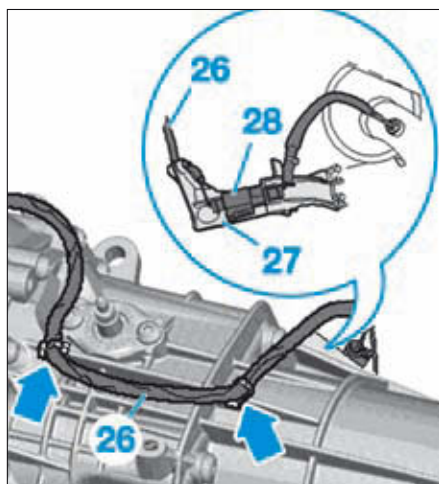

FIG. 24
- Déclipser le câble électrique (26) de la boîte de vitesses (Fig.24).
- Déclipser le support (27) et le connecteur (28) de la sonde de température des gaz d'échappement et l'accrocher en hauteur.